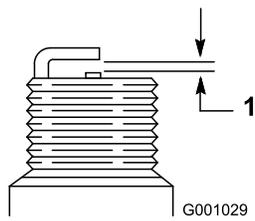

Bild 23
4. Stellen Sie den Abstand der Elektroden an der neuen Zündkerze auf 0,76 mm ein, wie in Bild 23 abgebildet.